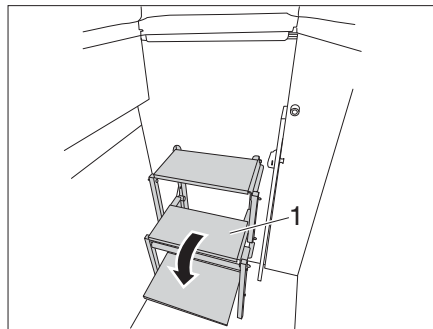

Bild 58 Trittleiter ausklappen
- Trittleiter (Bild 58,1) ausklappen.
- Trittleiter (Bild 58,1) einklappen.